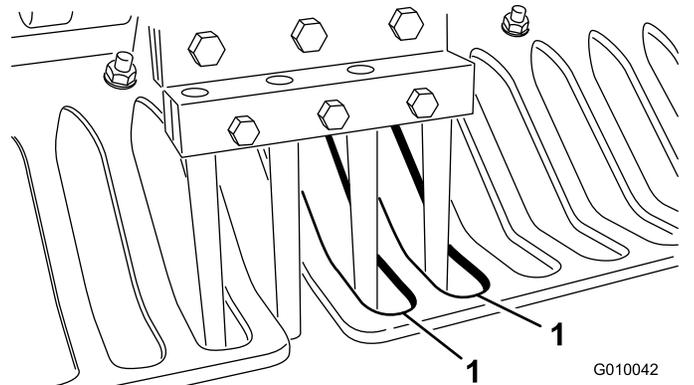

Bild 26
7. Kontrollieren Sie, dass die Tines mit der Mitte der Lücken in den Rasenschutzvorrichtungen übereinstimmen (Bild 26). Stellen Sie die Rasenschutzvorrichtungen nach Bedarf ein und ziehen Sie die Muttern fest.